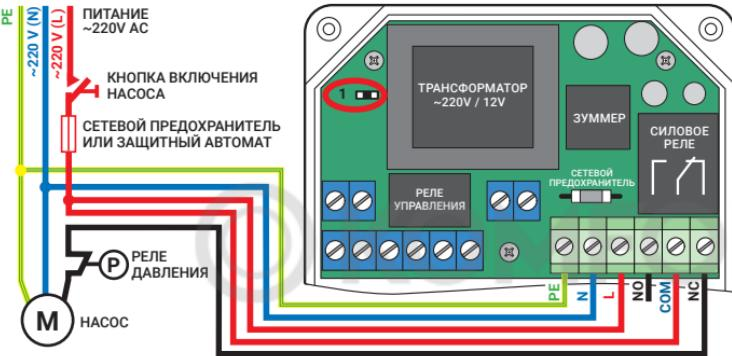

Рис. 9. Схема подключения скважинного насоса в системе водоснабжения загородного дома
6.7. Рис. 9. Схема подключения к блоку управления скважинного насоса в системе водоснабжения загородного дома.